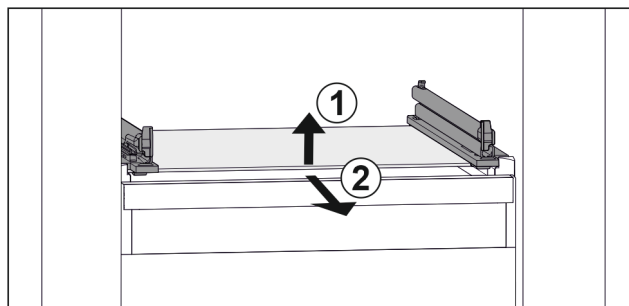

Fig. 43 Примерное отображение стеклнной пластины
- ▶ Приподнимите стеклнную пластину спереди. Fig. 43 (1)
- ▶ Извлеките стеклнную пластину движением вперед. Fig. 43 (2)